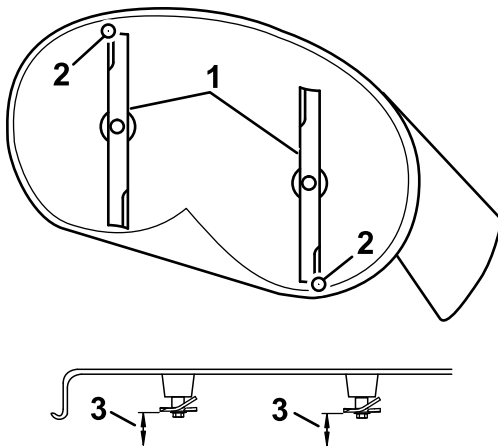
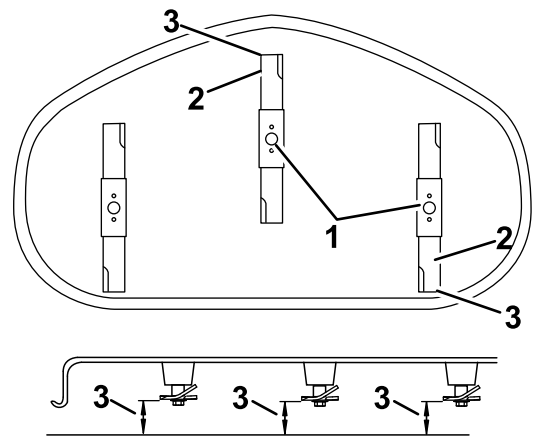

Figura 66
Figura 67
4. Gire cuidadosamente las cuchillas colocándolas en el sentido de avance de la máquina (Figura 66).
5. Mida entre la punta de la cuchilla delantera y la superficie plana y entre la punta de la cuchilla trasera y la superficie plana (Figura 66 o Figura 67).